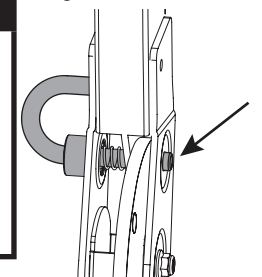

Figure 6
**NOTE :** Voir la broche ROPS correctement installée (entièrement engagée) dans la Figure 6.